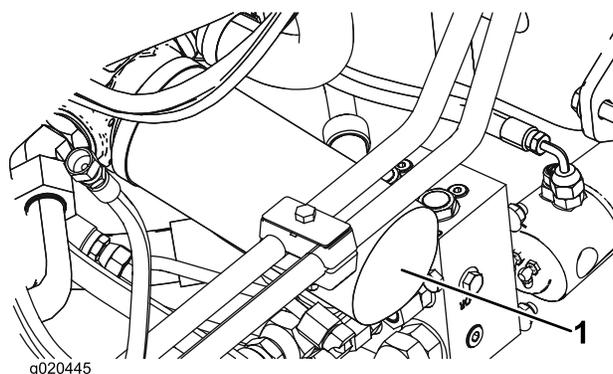

Figura 72
2. Limpe a zona em torno das áreas de montagem do filtro. Coloque um recipiente de escoamento debaixo do filtro e retire o filtro (Figura 72).